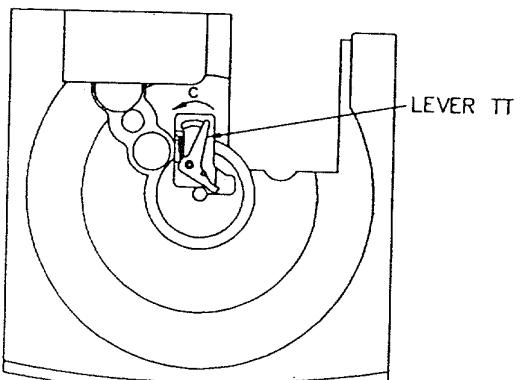

Figure 7
4. ターンテーブルの組立方法 (figure 7)
- 1) LEVER TT を "C" の方向に押しながら、TURN TABLE 5CD を組み込む。(figure 7)
* 組み込む際のTURN TABLE 5CDのCD番号（1～5）は任意で構いません。(figure 7)
4. How to reassemble the TURN TABLE. (figure 7)
- 1) Push LEVER TT in the direction of "C", and put in the TURN TABLE 5CD. (figure 7)